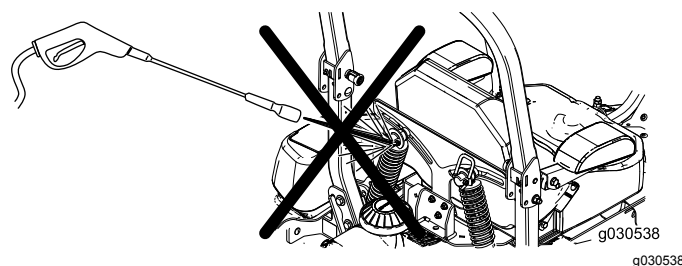

Figure 81
**Remarque:** Ne nettoyez pas les amortisseurs au jet d'eau (Figure 81).